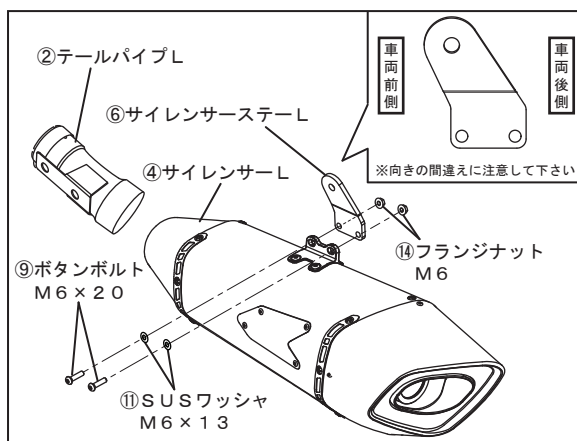

FIG. 8
9. ④サイレンサーLに⑨ボタンボルトM6×20、⑪SUSワッシャM6×13、⑭フランジナットM6を使用して⑥サイレンサーステーLを仮締めして下さい。（FIG. 8, 9参照）